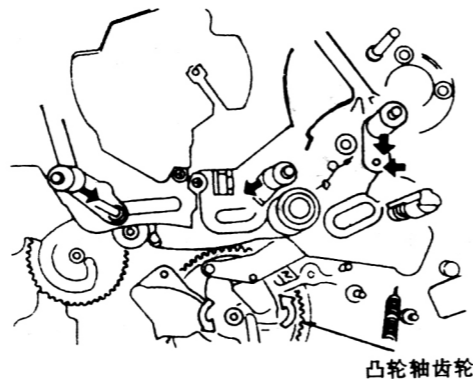

图 1-3-43
1. 如图 1-3-43 所示, 将凸轮轴齿轮按反时针方向旋转, 把机器设置到停止位置上。